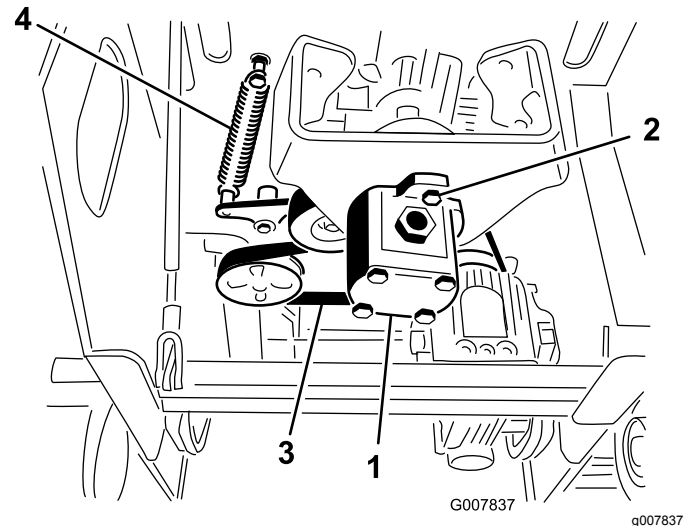

Figura 47
5. Allentate i 2 bulloni della pompa (Figura 47).
6. Ruotate la pompa in senso antiorario e lasciatela uscire dalla puleggia (Figura 47).
7. Servendovi di un tiramolle (contattate il vostro Centro Assistenza Autorizzato) o di un gancio metallico rigido, estraete tirando l'estremità della molla della puleggia tendicinghia dal bullone della molla per allentare la tensione sulla cinghia (Figura 47).